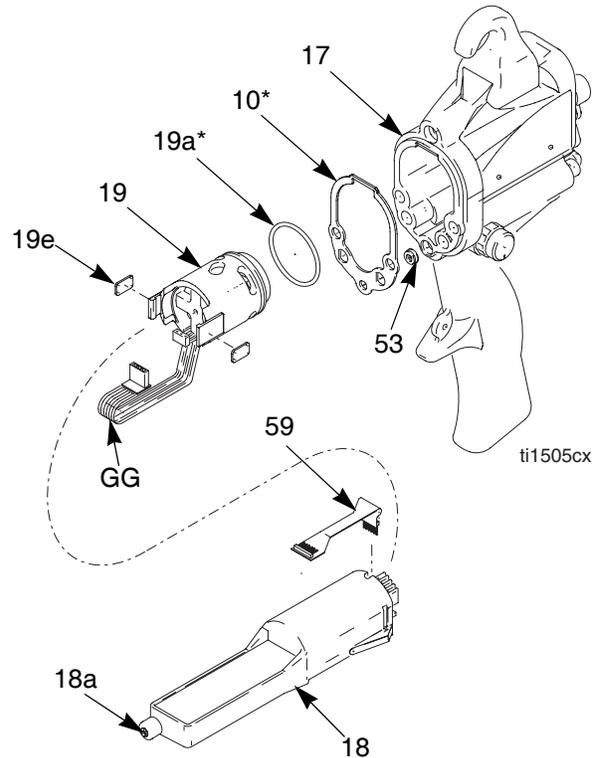

图 18. 供电电源
3. 用手抓牢供电电源 (18)。轻轻地向两侧移动，让供电电源 / 交流发电机组件脱离喷枪手柄 (17)，然后小心将其直着拉出。仅限在智能型上，断开手柄 (17) 顶部位置插口的柔性电路 (59) 连接。见图 18。
4. 断开供电电源的 3 线连接器 (GG) 连接。朝上推交流发电机，使之脱离供电电源。检查供电电源和交流发电机有无损坏。仅限在智能型上，断开供电电源的 6 针柔性电路 (59) 连接。
6. 仅限在智能型上，将 6 针柔性电路 (59) 连接至供电电源。
7. 连接 3 线连接器 (GG)。将交流发电机 (19) 朝下推到供电电源 (18) 上。
9. 给供电电源的密封 (18a) 涂抹绝缘脂 (40)。
10. 将供电电源 / 交流发电机组件插入喷枪手柄 (17)。确保接地片与手柄相接触。仅限在智能型上，将柔性电路 (59) 连接至手柄顶部位置的插口。将 6 针连接器推入插口，确保其正确连接。
11. 装上枪筒 (16)，第 31 页。确保接地弹簧 (53) 就位。